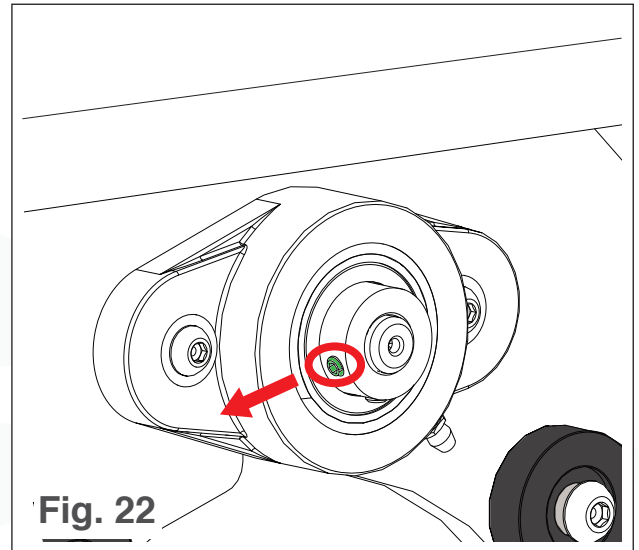

Fig. 22
1. Remova os parafusos do conjunto em ambos os flanges de rolamento da escova (ver Fig. 22).